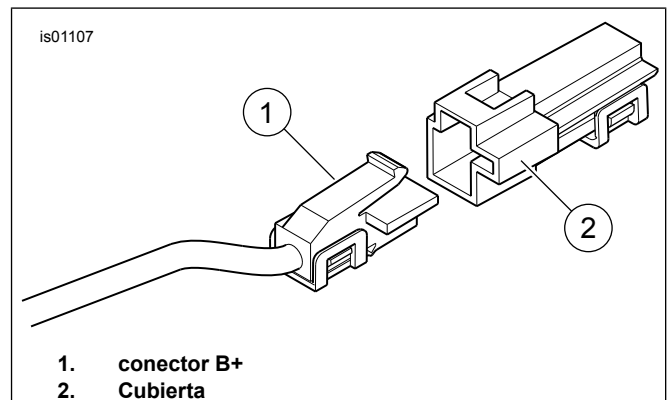

Figura 20. Conector B+
1. Vea Figura 20 . Ubique el conector B+ (positivo de la batería) (1) (un cable rojo con un conector gris no usado) en el arnés eléctrico principal, quite la cubierta (2) del conector.